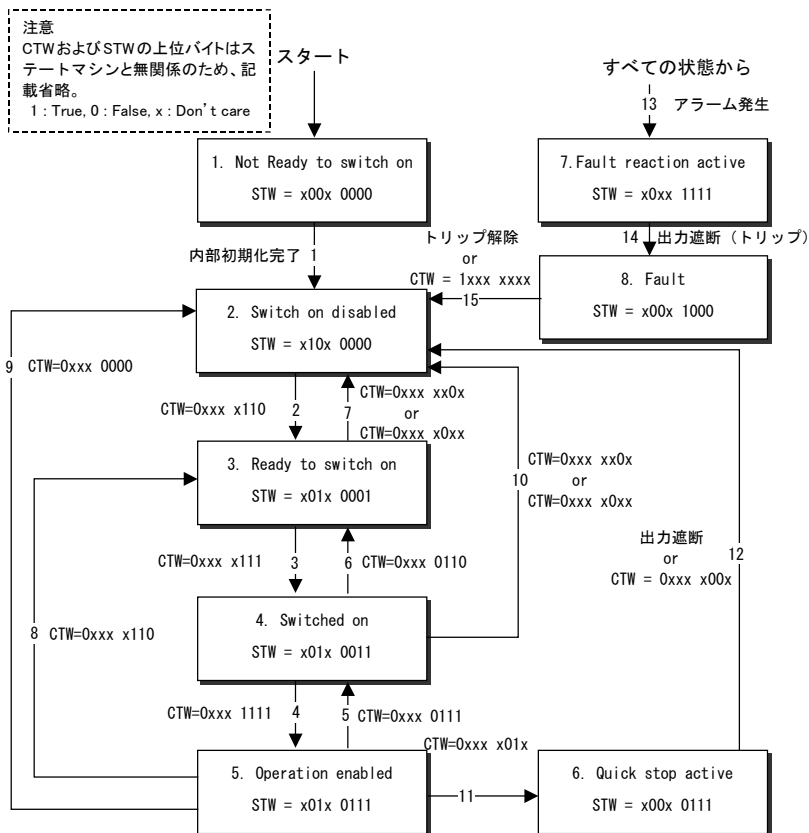

図 11.1 ステートマシン
- bit0~3 : ステートマシンの状態遷移操作。図 11.1 参照。
- bit0～2, 5, 6 : ステートマシンの状態表示。図 11.1 参照。
インバータを運転させるためには、DSP 402 で規定されたステートマシン（状態遷移図）を操作します。ステートマシンの状態遷移は Controlword（図中の CTW）により行い、状態のモニタは Statusword（図中の STW）により行います。図 11.1 にステートマシン、表 11.1 に各状態遷移時のインバータへの指令内容を示します。
ヒント 図 11.1 内の状態 5 “Operation enabled” に遷移させることでインバータは運転状態となります。